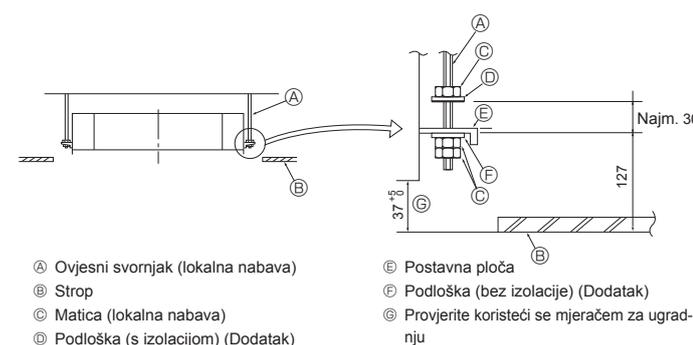

Fig. 4-5
4.5. Postupci ovjesa jedinice (Fig. 4-5)